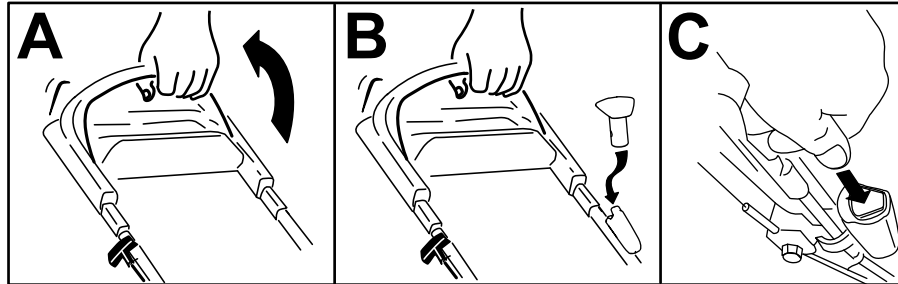

Figure 13
1. Maintenez la barre de commande des lames contre le guidon (A de la Figure 13).
2. Si vous avez retiré le bouton de démarrage électrique, insérez-le dans le démarreur électrique (encadré B de la Figure 13).
3. Appuyez sur le bouton de démarrage électrique jusqu'à ce que le moteur démarre (encadré C de la Figure 13).